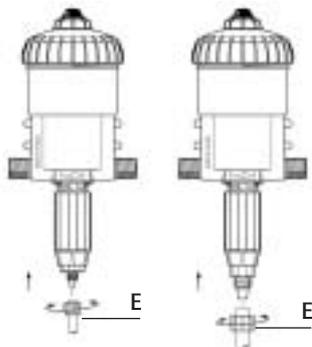

Fig. 9
- Dévisser l'écrou (Fig. 9-E) du bas de la partie dosage et enfiler le tuyau d'aspiration dans l'écrou.